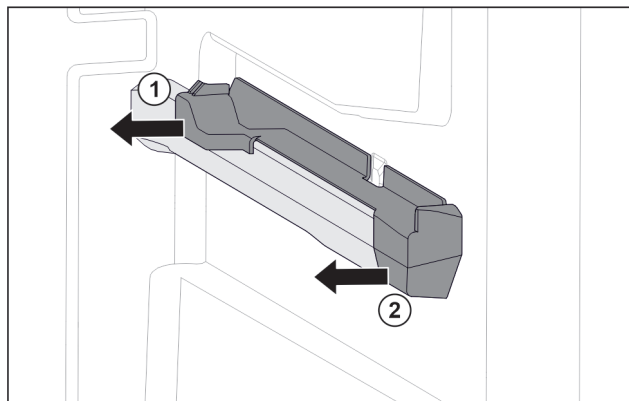

Fig. 73 Násuvný diel na pravom rebro nádoby
- Stiahnite násuvný diel vzadu do strany. Fig. 73 (1)
- Stiahnite násuvný diel vpredu do strany. Fig. 73 (2)